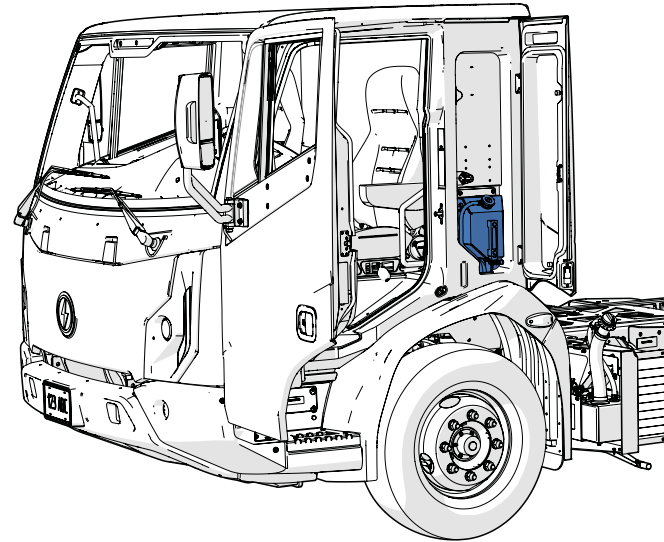

Figure 21 - Réservoir du système de refroidissement de batterie HV
3. Un réservoir de liquide de refroidissement est situé au bas (**Figure 21**). Il contient un liquide de refroidissement spécial à faible conductivité électrique.